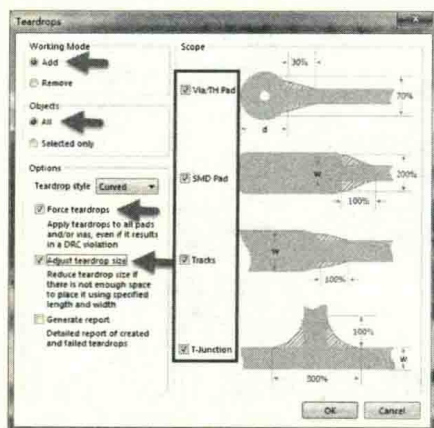

图 9-92 泪滴属性设置
执行菜单命令“Tools-Teardrops”（快捷键“TE”），进入如图 9-92 所示的泪滴属性设置对话框。
(1) Working Mode-Add: 选择执行添加泪滴命令。
(2) Objects: 选择匹配对象，一般选择“All”，在图 9-92 中该选项右边，会适配相应的对象，包括“Via / TH Pad”（过孔 / 通孔焊盘）、“SMD Pad”（贴片焊盘）、“Tracks”（导线）及“T-Junction”（T 形节点）。
(3) Teardrop style-Curved: 泪滴形状选择弯曲的补充形状。
(4) Force teardrops: 对于添加泪滴的操作采取强制执行方式，即使存在 DRC 报错，一般来说为了保证泪滴的添加完整，对此项进行勾选，后期 DRC 再修正即可。
(5) Adjust teardrop size: 当空间不足以添加泪滴时，变更泪滴的大小，可以更加智能地完成泪滴的添加动作。